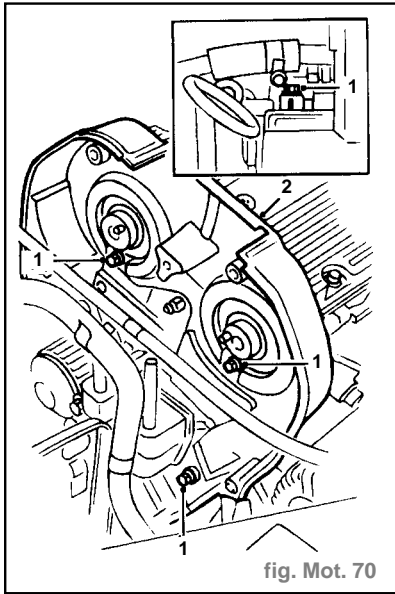

fig. Mot. 70
- Enlever les 4 boulons (1) maintenant le couvercle arrière de courroie de distribution sur la culasse et le bloc-cylindres (fig. Mot. 70).
- Déposer le couvercle arrière de courroie de distribution (2).